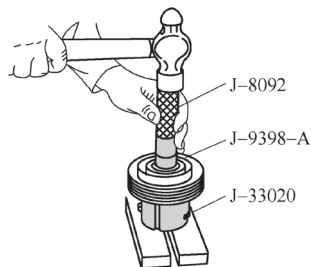
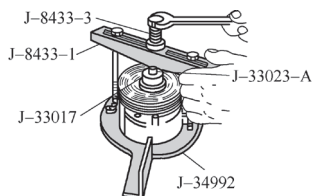

图 5-81 离合器轴承的拆卸
图 5-82 离合器转子和轴承的安装
⑤拆出离合器转子和轴承。
⑥用专用工具拆出轴承如图 5-81 所示。
①装回轴承。
②装回离合器转子和轴承如图 5-82